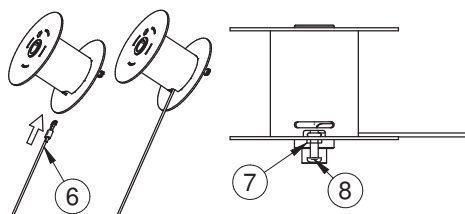

Fig. 4.4
4) Introducir la cuerda nueva (Ref.6 Fig. 4.4) en el orificio y colocar la argolla bajo la tuerca soldado en el tambor (ref.7 fig. 4.4) e introducir el tornillo Ref.8 Fig.4.4 fino y enganchar la argolla de la cuerda